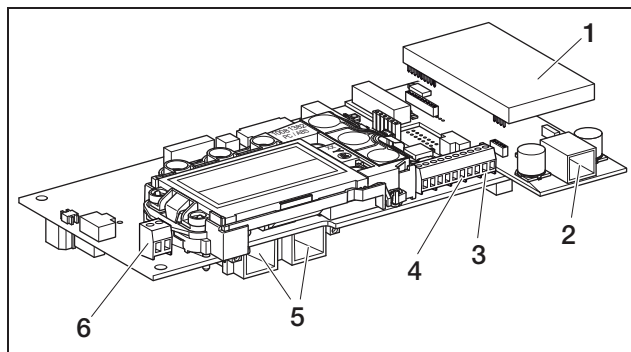

Abbildung 49: Kommunikationsschnittstellen
- Stecken Sie den Stecker des Ethernet-/Crossover-Kabels in eine der entsprechenden Steckbuchsen (5 in Abbildung 49).
- Stecken Sie den Stecker des Telefonkabels in die entsprechende Steckbuchse (2 in Abbildung 49).